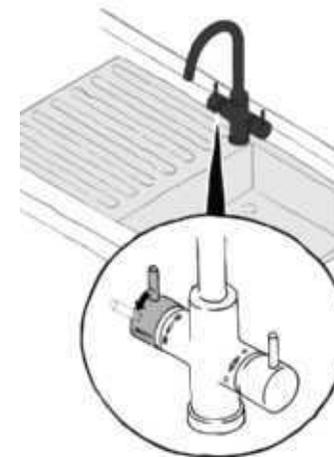

Abb. 7
1. Kohlensäuregehalt an der Armatur einstellen (Abb. 7):
Durch Stellen des Hebels in eine Zwischenposition kann der Kohlensäuregehalt stufenlos eingestellt werden (Abb. 7).